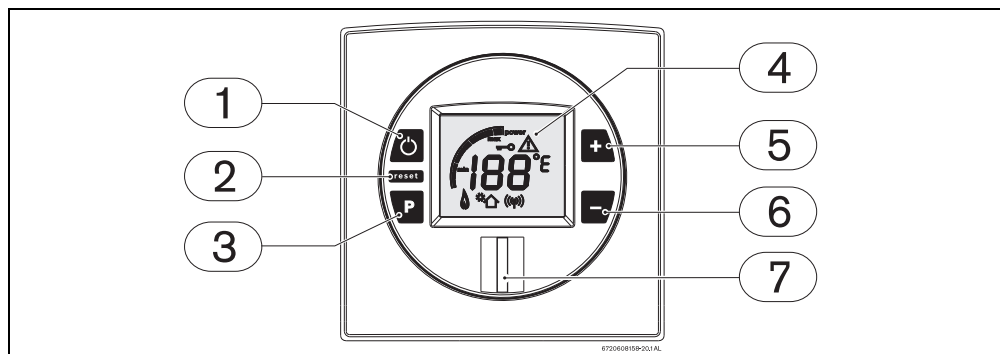

Fig. 4
Colocar el interruptor principal (Fig. 4, pos. 1) en la posición de funcionamiento (capítulo 4.3), de este modo el aparato estará listo para ser colocado en marcha.
Este aparato dispone de un sistema de códigos de averías. Estos códigos de avería se observan a través de la pantalla del LCD (Fig.4, pos. 4).